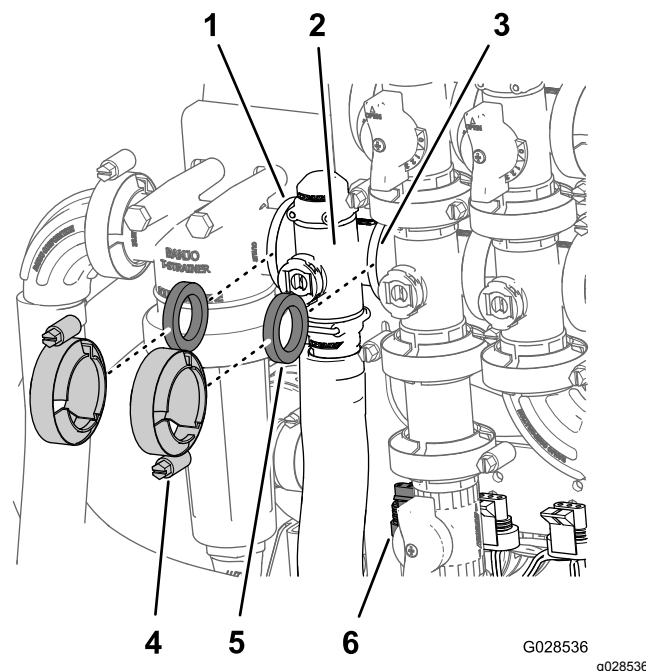

**Figure 82**
3. Retirez l'étrier qui fixe l'actionneur au collecteur du régulateur de débit, de la vanne d'agitation, la vanne maîtresse des rampes ou la vanne de section de rampe (Figure 82).